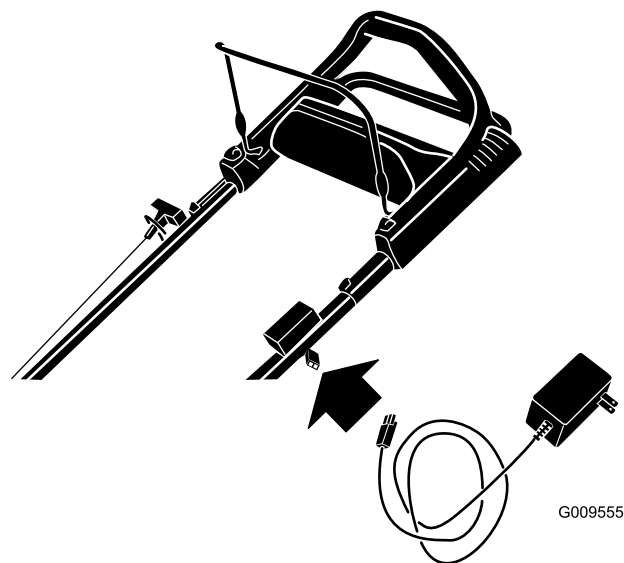

Figura 26
1. Conecte el cargador al arnés de cables, que está situado debajo de la llave de contacto (Figura 26).